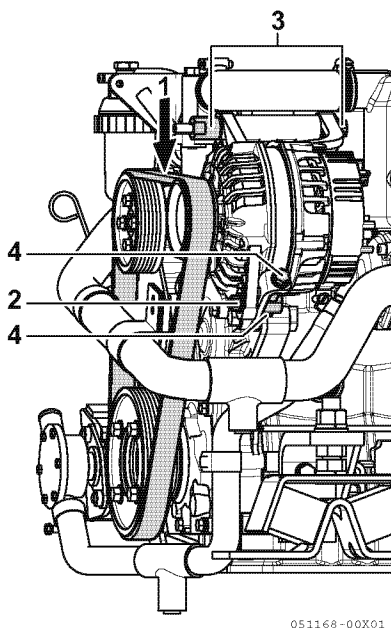

Figure 3
2. Vérifiez en appuyant avec le doigt au milieu de la courroie (**Figure 3, (1)**).
3. Desserrez les 3 boulons de l'alternateur (**Figure 3, (2) (3) (4)**).
4. Vissez le boulon de réglage (**Figure 3, (4)**) et déplacez l'alternateur pour régler la tension correctement.